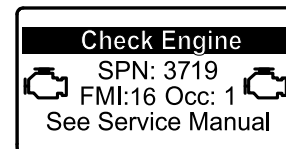

Figure 31
- Si une régénération stationnaire est nécessaire, l'InfoCenter affiche un avertissement moteur SPN 3719, FMI 16 (Figure 31) et le calculateur moteur réduit la puissance du moteur à 85 %.